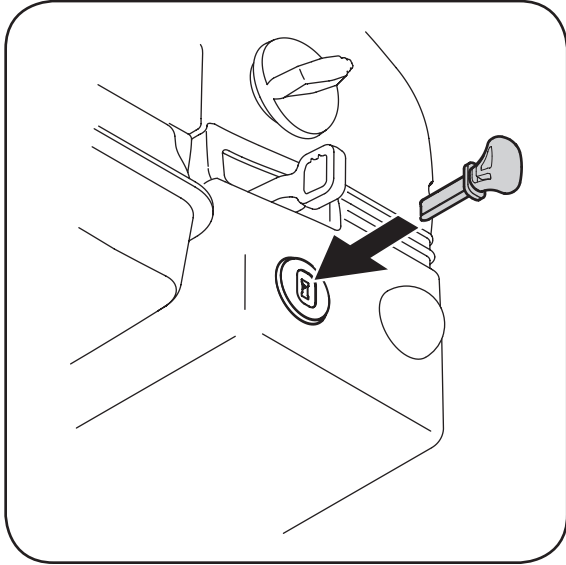

Figure 2-5: La clé de contact est un dispositif de sécurité.
2. Placez la clé de contact dans la fente, Figure 2-5. Vérifiez qu'elle s'emboîte bien. NE la tournez PAS. Le moteur ne peut pas démarrer tant que la clé n'est pas bien enfoncée dans le commutateur d'allumage.